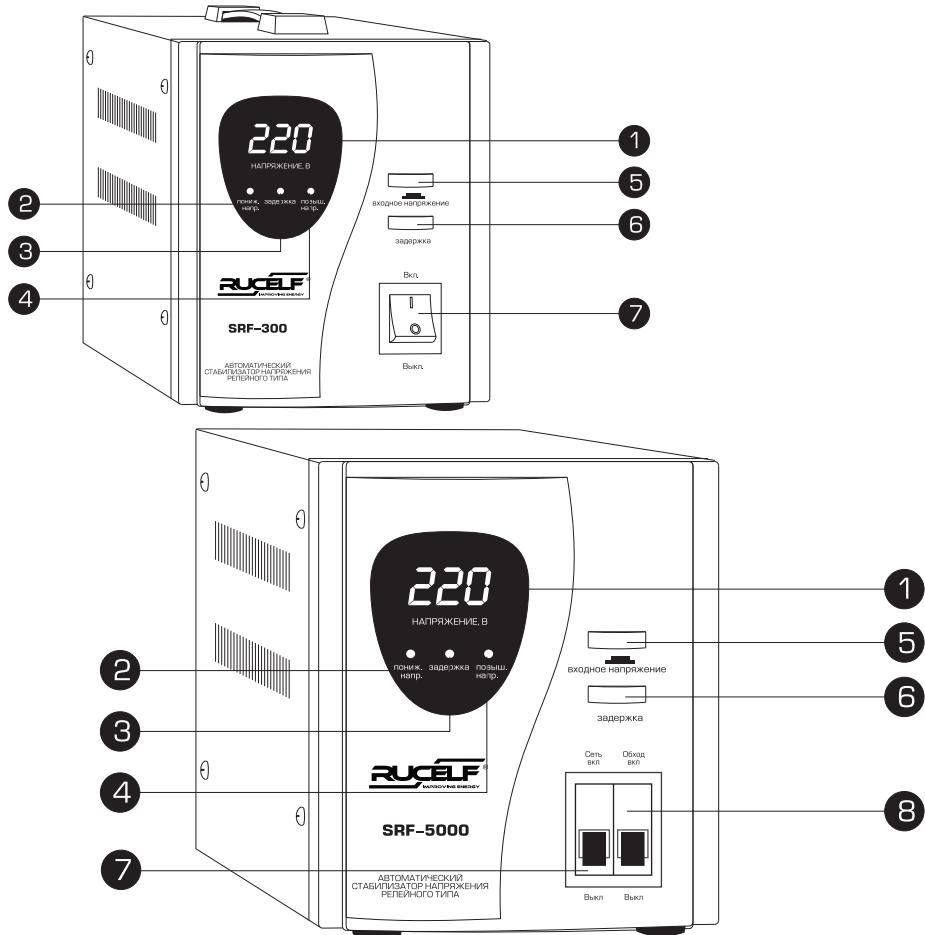

Рис. 2
- При натисканні та утриманні кнопки «Вхідна напруга» «Входящее напряжение» № 5 (рис. 2), на дисплей відобразиться вхідна напруга. Після відпускання кнопки стабілізатор перейде в режим індикації вихідної напруги.
- Якщо необхідно встановити час затримки включення споживача 255сек. потрібно натиснути на кнопку «Затримка» «Задержка» № 6 (рис. 2). Якщо функція активована, буде світитися світодіод «Затримка» «Задержка» № 3 (мал.2).
- Встановити кнопку чи автоматичний вимикач №7 (рис. 2) в положення «Вкл.».
- Перед підключенням переконатися, що кнопка або автоматичний вимикач № 7,8 (рис.2) знаходиться в положенні «Выкл.».